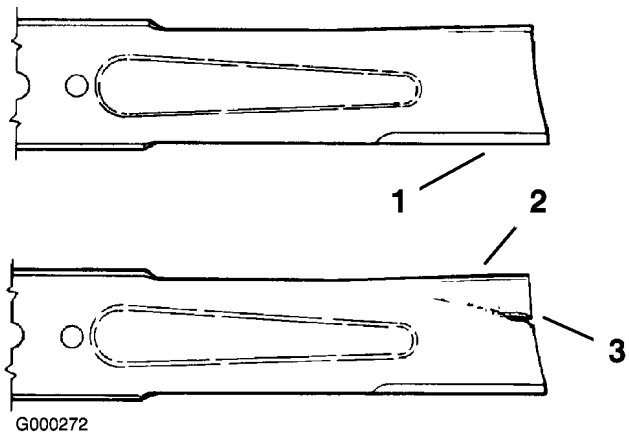

Figure 64
1. Examinez le tranchant des lames (Figure 64). Si les lames ne sont pas tranchantes ou si elles présentent des indentations, déposez-les et aiguiser-les (voir Aiguisage des lames).
2. Inspectez les lames, surtout la partie incurvée (Figure 64). Remplacez immédiatement toute lame endommagée, usée ou qui présente une entaille (Figure 64).